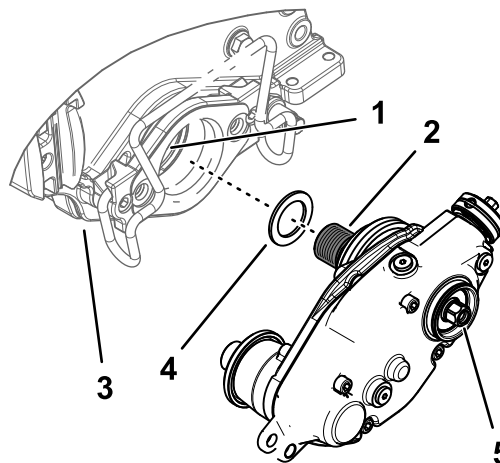

图13
2. 如果疏草刀驱动箱安装在滚刀组的左侧应在黑色滚刀适配器的螺纹上安装填隙垫圈图13。
4. 将疏草刀驱动箱添加到滚刀轴上图13。
6. 在固定滚刀的同时上紧驱动箱轴六角头的扭矩至 135150N·m 请参阅图13。